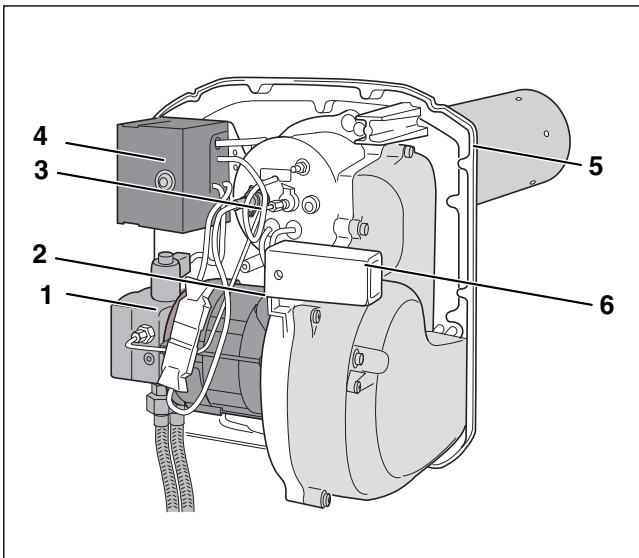

Bild 1 Brenner
- Brennerrohr (→ Bild 1, [5])
- Ölpumpe mit Magnetventil und Ölanschlussschläuchen (→ Bild 1, [1])
- Brennergehäuse (→ Bild 1, [6])
- Brennermotor (→ Bild 1, [2])
- Ölfeuerungsautomat mit Entstörtaster (→ Bild 1, [4])
- Flammenfühler (→ Bild 1, [3])